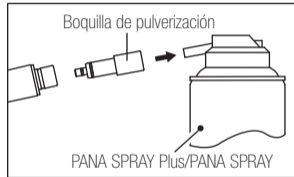

Fig. 8
- 3) Lubrique la pieza de mano utilizando NSK PANA SPRAY Plus (Fig. 8, 9) o sistema de lubricación y limpieza automático de la pieza de mano NSK.